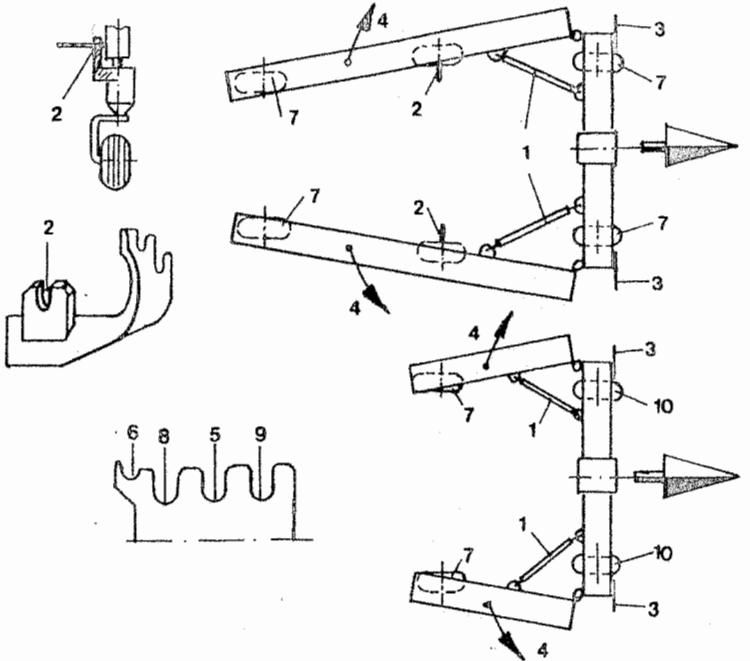

Bild 5
Tedding free bordering strips: inclined position for clearing along borders, fences and ditches on the right of the machine (Fig.5, item 8). Inclined position for clearing borders, fences and ditches on the left of the machine (Fig. 5, item 9).
Schudden langs perceels grenzen, omheiningen of bermen: schuine instelling voor het schudden langs perceels grenzen, omheiningen of bermen rechts van de machine (afb. 5, pos. 8). Schuine instelling voor het schudden langs perceels grenzen, omheiningen of bermen links van de machine (afb. 5, pos.9).
Räfsning intill kanter: Med fältgräns, staket eller dike till höger, inställning enligt bild 5 pos.8. Med fältgräns etc. till vänster, inställning enligt bild 5 pos.9.
Liberare le striscie marginali: Posizione di corsia obliqua per liberare le striscie marginali sulla parte destra(Fig.5, pos.8).
Per liberare le striscie marginali sulla parte sinistra(fig.5, pos. 9).
1. Transportstangen(Bild 5,Pos.1) lösen und am mittleren Rahmen einhängen und sichern.
3. Beide Rahmehälften(Bild 5,Pos.4) nach vorne schwenken und mit den Hebeln(Bild 5, Pos.3) verriegeln und sichern. Vor Einrasten der Kupplungsklaue in die Kupplung auf die Stellung achten.
4. Rastenhebel an den Rädern(Bild 5, Pos.2) in Normalstellung(Bild 5, Pos.5) versteteln.(Weitere Hinweise für andere Stellungen siehe Abschnitt ARBEITSWEISE).
- 1.Desserrer les barres de transport(Fig.5,rep.1) les accrocher à la partie centrale du cadre et les bloquer.
3. Faire pivoter les deux moitiés de cadre(Fig.5, rep.4) vers l'avant. Les verrouiller et les bloquer au moyen des leviers(Fig. 5, rep. 3). Avant de verrouiller le manchon de jonction dans le raccord, vérifiez-en la position.
4. Réglér les leviers d'enclenchement des roues(Fig.5,rep.2) en position normale (Fig.5,rep.5). (Pour plus de détails pour les autres positions, voir le paragraphe FONCTIONNEMENT).
1. Release the transport bars(Fig. 5,item 1), fasten them at the central frame section and lock them.
3. Pivot the two half-sections of the frame(Fig.5, item 4) forward and lock them by means of the levers(Fig. 5, item 3). Secure them. Before locking-in the clutch dog into the clutch, pay attention to the correct position.
4. Adjust the locking levers at the wheels(Fig. 5, item 2) to normal position(Fig. 5, item 5). (For further instructions concerning different position, refer to section METHOD OF OPERATION).
1. Transportstangen(afb. 5, pos.1) losmaken en in het middelste gedeelte van het raam inhangen en borgen.
3. Beide gedeelten van het raam(afb.5, pos. 4) naar voren zwenken en met de hefbomen(afb.5, pos.3) vergrendelen en vastzetten. Voor het invangen van de koppelklaauw in de koppeling op de positie letten.
4. De arreterhefbomen aan de wielen (afb.5, pos.2) in normaalstand brengen(afb.5, pos.5). (Voor verdere aanwijzingen voor andere standen zie hoofdstuk "Werkwijze").
1. Lossa transportstagen(bild 5 pos 1), häng upp och lås fast dem på mittra ramdelen.
- 3 Sväng de båda ramdelarna (bild 5 pos 4) framåt. Lås med spärrarna (bild 5 pos 3). Kontrollera klokopplingens läge innan kopplingen kopplas in.
4. Ställ hjulens låsarmar (bild 5 pos 2) i normalläge(bild 5 pos5). (Anvisningar för andra inställningar ges under FUNKTION).
1. Staccare le aste di trasporto (fig.5,pos.1) e agganciare nel telaio centrale e mettere lo spinotto di sicura.
3. Girare in avanti(fig.5,pos.4) i due portagiranti esterni e sicurarle con le due leve(fig. 5, pos.3). Attenzione alla posizione corretta dei giranti.
4. leva di preselezione alle ruote(fig.5, pos.2) mettere in posizione normale(fig.5,pos.5).(Indicazioni per altri posizioni vedere tavola FUNZIONAMENTO).
2. Rastenhebel an den Rädern(Bild 5,Pos.7) in Transportstellung (Bild 5, Pos.6) verstellen.
3. Rastenhebel an den Rädern(Bild 5,Pos.2) in Rastwinkel Pos.2 verstehen(nur TH 700).
4. Rastenhebel an den Rädern(Bild 5,Pos.10) in Normalstellung(Bild 5, Pos.5) verstehen.
5. Äußere Rahmenteile(Bild 5,Pos.4) nach rückwärts schwenken und mit Transportstangen(Bild 5, Pos.1) einhängen und sichern.
2. Réglér les leviers d'enclenchement des roues (Fig. 5, rep. 7) en position de transport(Fig.5, rep.6).
3. Réglér les leviers d'enclenchement des roues(Fig. 5, rep.2) de façon à former un angle favorable à l'enclenchement(rep.2).(Seulement pour TH 700).
4. Réglér les leviers d'enclenchement des roues(Fig.5,rep.2) en position normale (Fig.5, rep.5).